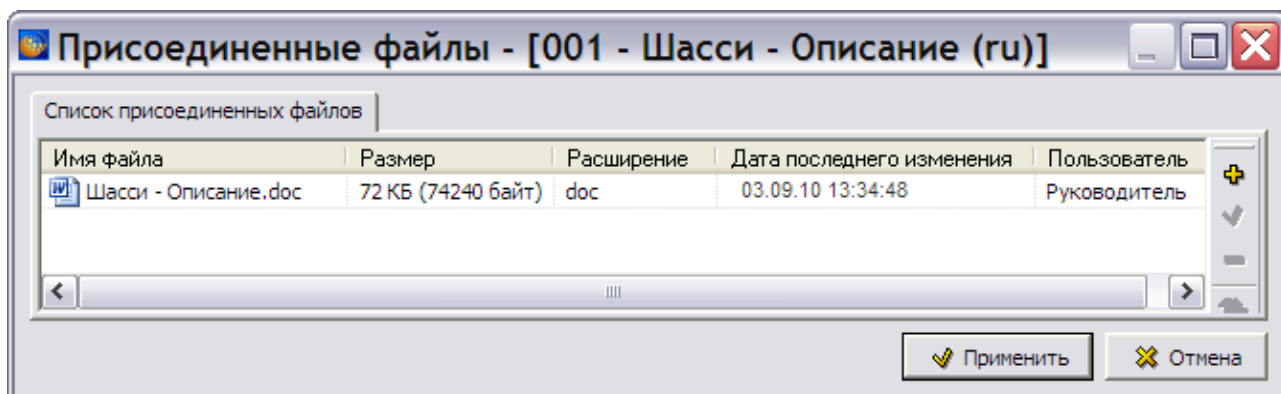

Рис. 5.8
- Нажмите кнопку **Добавить** . В окне **Выберите присоединяемый файл** выберите файл и нажмите на кнопку **Открыть**. После этого название выбранного файла появится в окне **Присоединенные файлы**. После выделения названия файла станут доступны инструменты панели управления (Рис. 5.8).